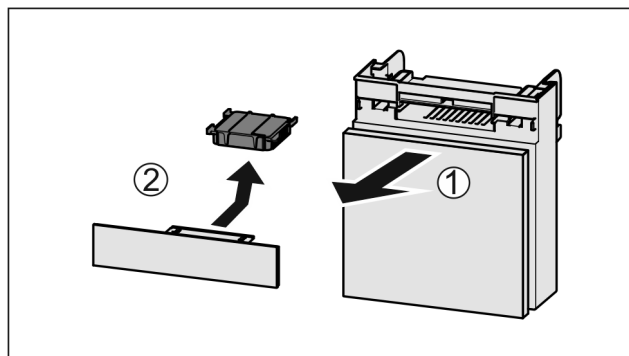

Fig. 93
- ▶ Wyciągnąć Fig. 93 (1) komorę do przodu.
- ▶ Wyjąć Fig. 93 (2) filtr z węglem aktywowanym.